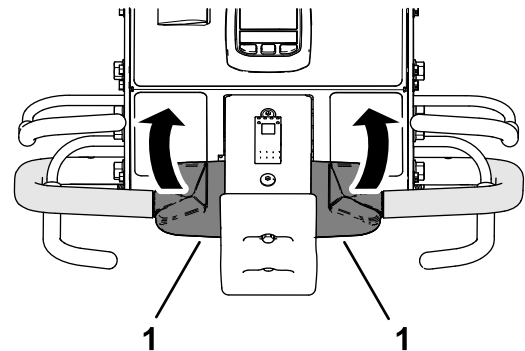

图 38
3. 在抓住操作员到位把手和打孔把手的同时向后旋转牵引控制装置的顶部图 38。